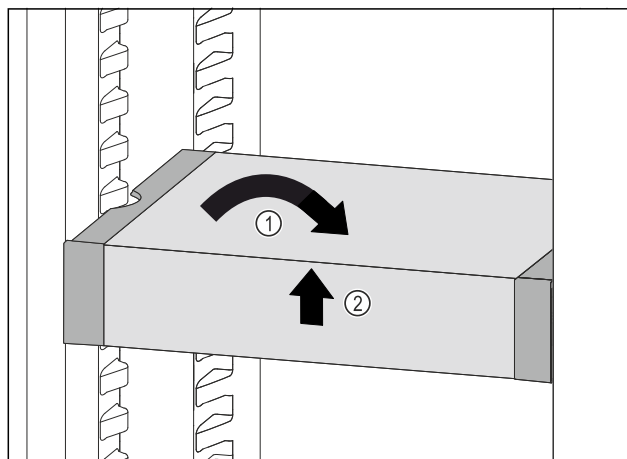

Fig. 94
- Plasser VarioSafe rett. Fig. 94 (1)
- Løft VarioSafe opp i forkant. Fig. 94 (2)